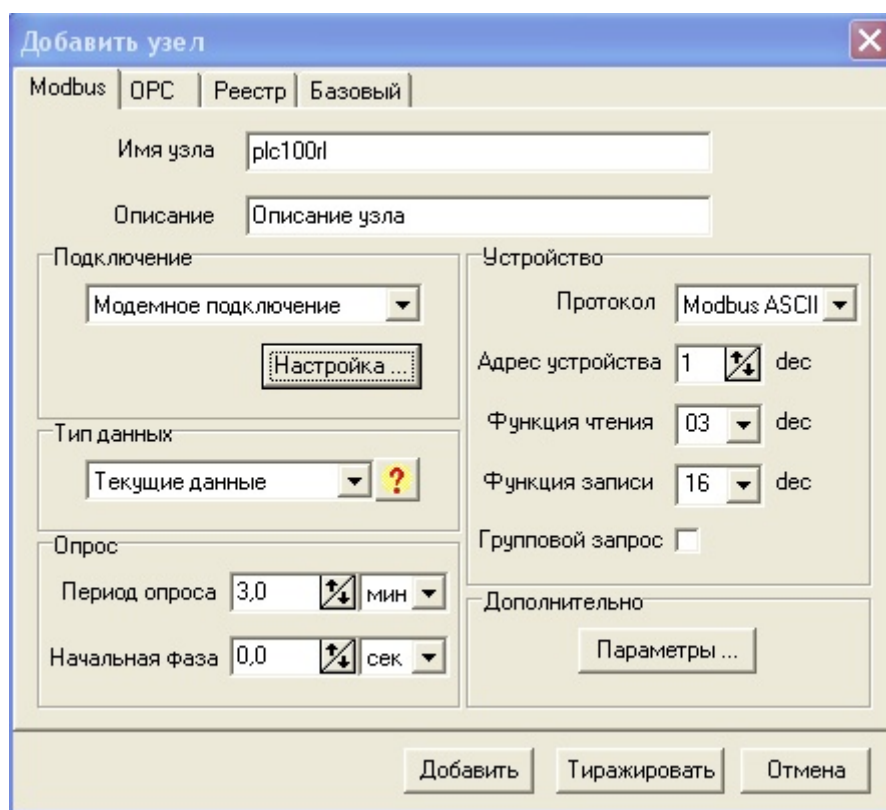

Рис.3.2
- 4) В появившемся окне задать параметры modbus-узла (Рис.3.2). Lectus будет опрашивать прибор по адресу 1 с периодом 3 минуты. **Подробное описание параметров смотрите в справке LectusOPC.**